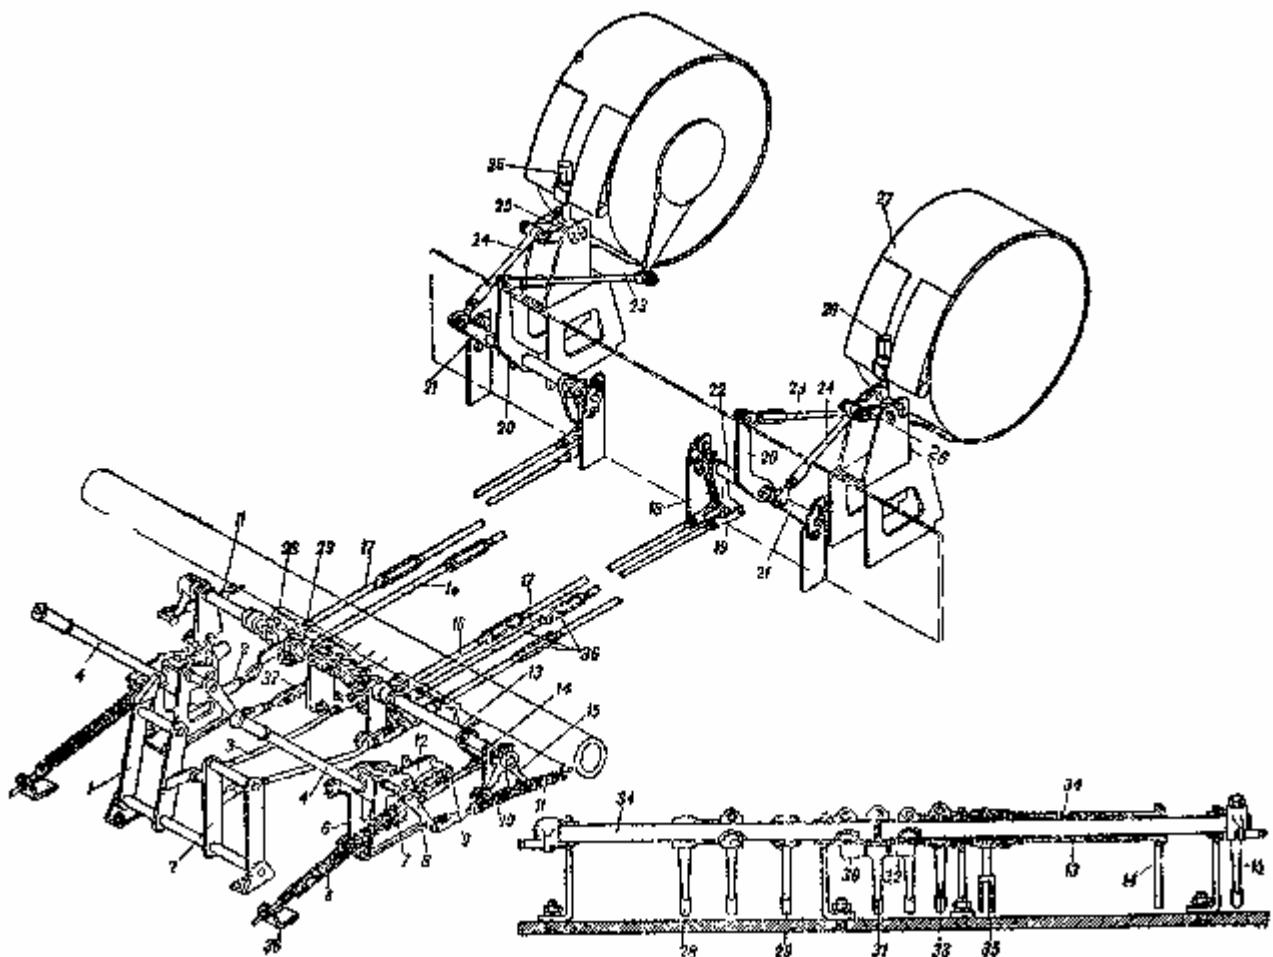
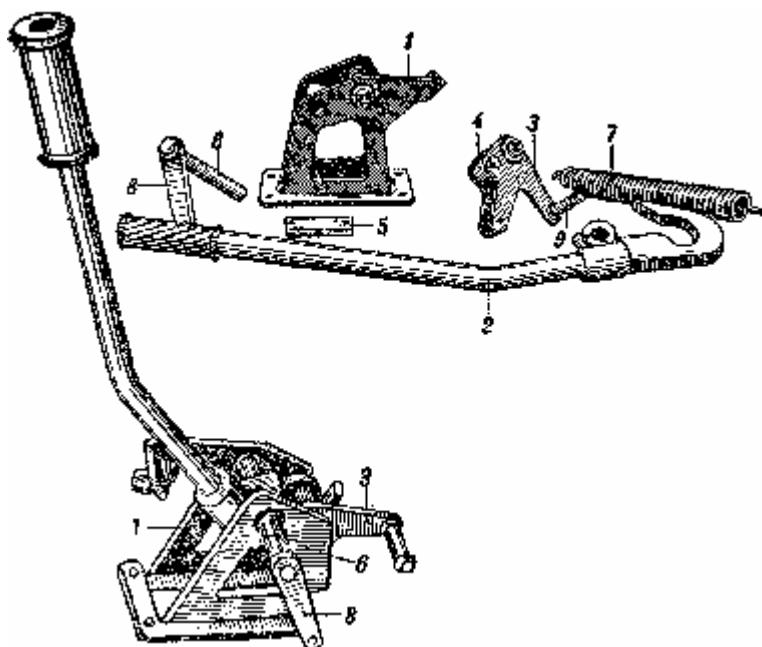

Рис. 117. Схема управления бортовыми фрикционами и тормозами:
Рис. 119. Общий вид и детали рычагов управления:
Ручной привод управления (рис. 117) состоит из трёх узлов:
Между шейками кронштейна на оси помещён трёхплечий рычаг 12 (см. рис. 117). Ролик 4 (рис. 119) этого рычага помещается в зеве крюка, находясь с ним в зацеплении.
Таким образом, при повороте водителем рычага на себя сначала выбирается зазор между крюком и роликом, а затем крюк, нажимая на ролик, повернёт трёхплечий рычаг, тянущий за собой промежуточную тягу 9 (см. рис. 117) бортового фрикциона, второй конец соединён с рычажком 14, приваренным к трубе 13 на уравнительном валике. К этой же трубе 13 приварен и второй рычажок 33, с которым соединена продольная тяга 17 бортового фрикциона. Последняя проходит под днищем в трансмиссионное отделение, где она соединена с рычажком 19 на переходном валике.
- 1) Проверить холостой ход тяг привода к бортовым фрикционам. Для этого, отъединив промежуточную тягу 9 (см. рис. 117) бортового фрикциона от трехплечего рычага или продольную тягу 17 от рычажка 33 на уравнительном валике подать тягу рукой вперёд. Полученный холостой ход должен находиться в пределах 9...12 мм. При холостом ходе менее 9 мм удлинить или промежуточную тягу (свинчиванием вилки), или продольную тягу (регулировочной муфтой), либо укоротить наклонную тягу в корме танка. Если же холостой ход более 12 мм, то поступить наоборот. Проверив ход, соединить с рычагом ранее отъединённую тягу.